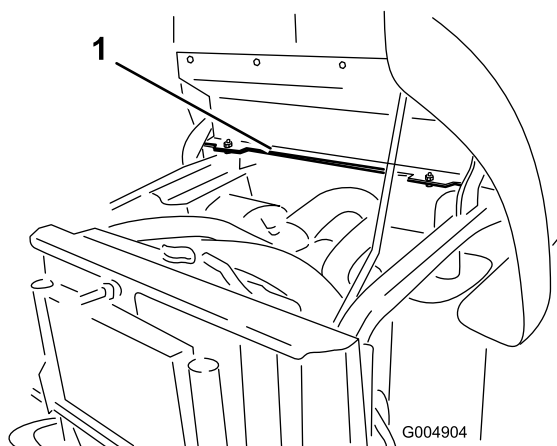

Figura 13
1. Localice los 2 taladros de montaje en el lado izquierdo del soporte del bastidor trasero (Figura 13).